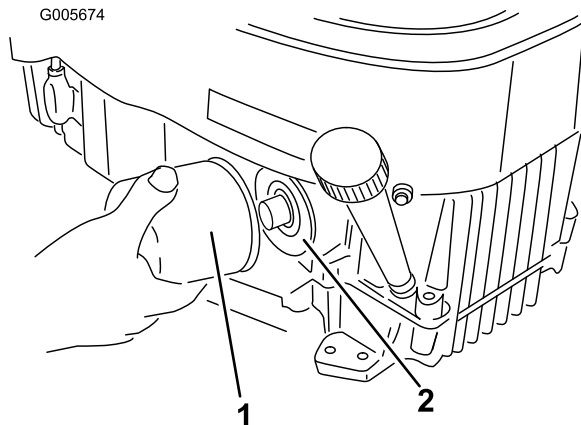

Figure 38
2. Retirez le filtre usagé (Figure 38).
4. Posez le filtre à huile de rechange sur l'adaptateur. Tournez le filtre dans le sens horaire jusqu'à ce que le joint rejoigne l'adaptateur, puis donnez 3/4 tour supplémentaire (Figure 38).